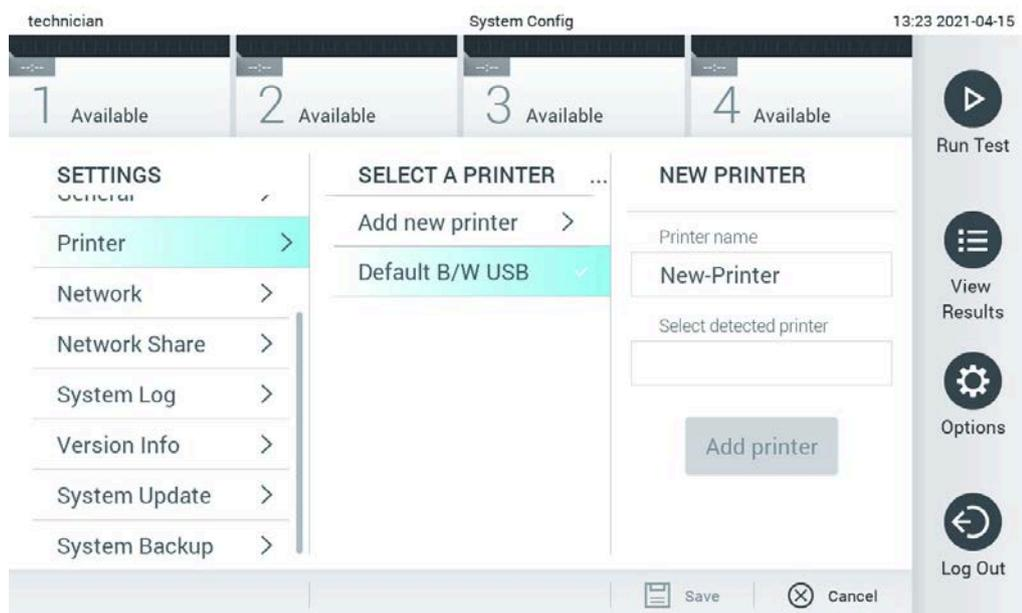

Figure 100. Installation de l'imprimante avec installation du pilote
5. Cliquez sur **Add Printer** (Ajouter une imprimante) (figure 100, page suivante).